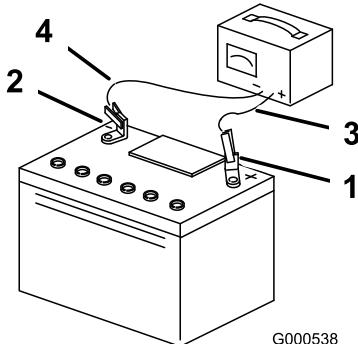

Figura 59
3. Quando a bateria estiver totalmente carregada, desligue o carregador da tomada elétrica e em seguida desligue os cabos do carregador dos bornes da bateria (Figura 59).